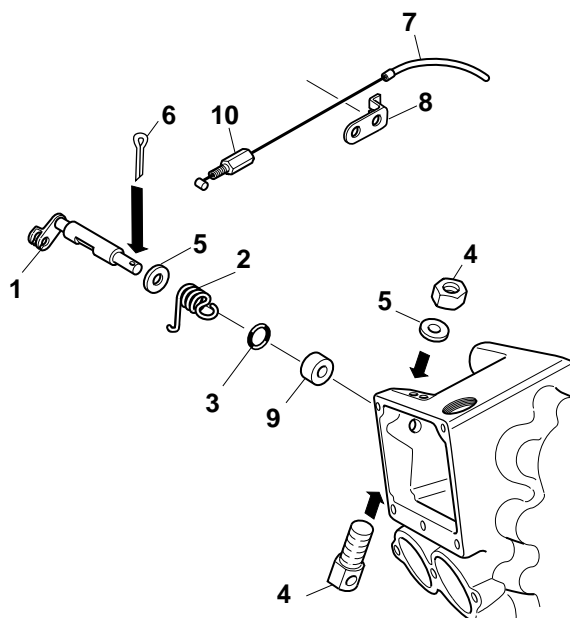

Fig. 48
1. Procedere al montaggio dell'alberino "1" (Fig.48) con le valvole in posizione di apertura: inserire la molla di ritorno "2" e posizionare correttamente in sede l'anello O.R. "3".
2. Inserire il guida albero "4" come in Fig.48 e di seguito la ranella in rame "5" e la copiglia "6":
1. Proceeding to assembly of the shaft "1" (Fig.48) with the valves in position of opening: to place the spring of return " 2" and to install correctly in seat ring O. Ring " 3".
2. To install the tree guide" 4" like in Fig. 48 and after the washer " 5" and the washer " 6":
1. Welle "1" (Abb.48) bei offenen Ventilen einbauen: Rückfeder "2" einsetzen und O-Ring "3" in seinen Sitz richtig legen.
2. Wellenführer "4" einsetzen: siehe Abb.48; dann Kupferscheibe "5" und Splint "6" einsetzen.
1. Monter l'arbre "1" (fig.48) avec les soupapes ouvertes: insérer le ressort de retour "2" et placer la bague OR "3" dans son siège.
2. Insérer le guide-arbre "4" voir fig. 48, puis la rondelle en cuivre "5" et la goupille "6".